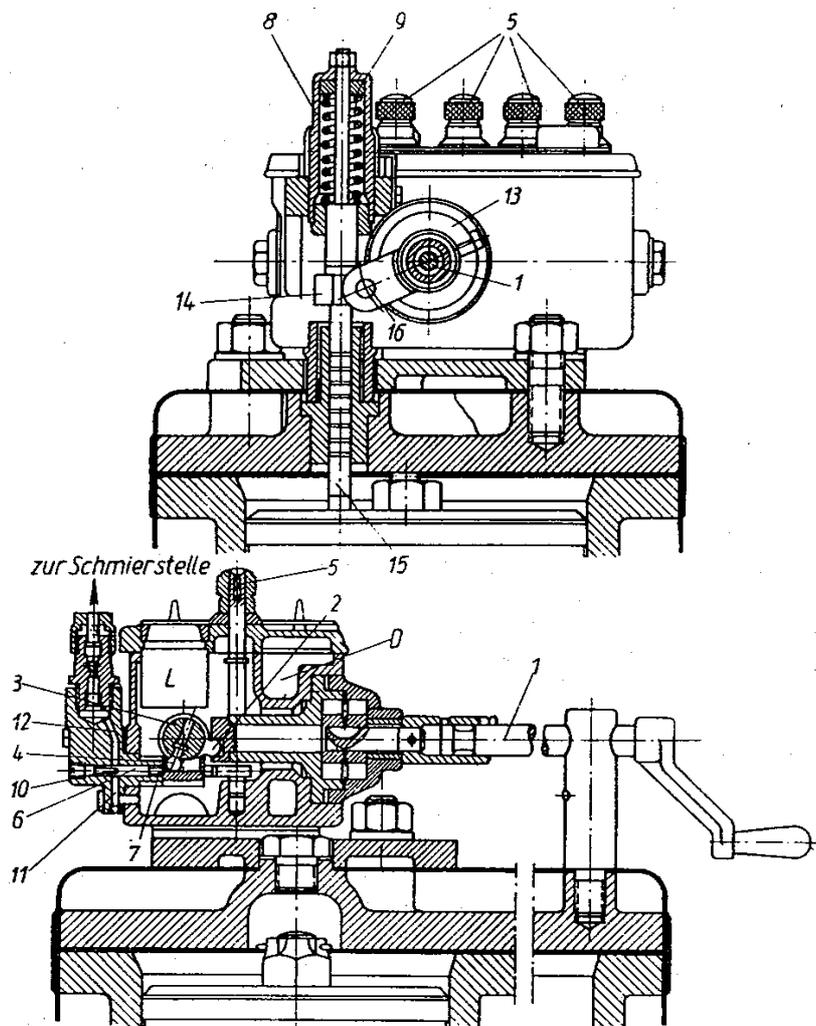

Bild 49. Selbstätige Schmierpumpe DK von de Limon für Luft- und Speisepumpen
Diese Schmierpumpe (Bild 49) befindet sich auf dem Deckel der Luft- und Speisepumpe und wird vom Pumpendampfkolben durch die Hubspindel (15), die dampfdicht in das Innere des Dampfzylinders ragt, bewegt.
Wird die Federhülse (8) (Bild 49) verstellt, dann wird der Hub der Hubspindel (15) verändert. Damit verändert man aber die Ölmenge für sämtliche Schmierstellen gleichzeitig.